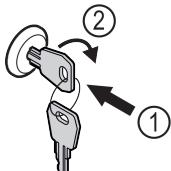

Fig. 153 Eksemplfremstilling
- Trykk inn nøkkelen Fig. 153 (1).
- Vri nøkkelen 90° med klokka Fig. 153 (2).